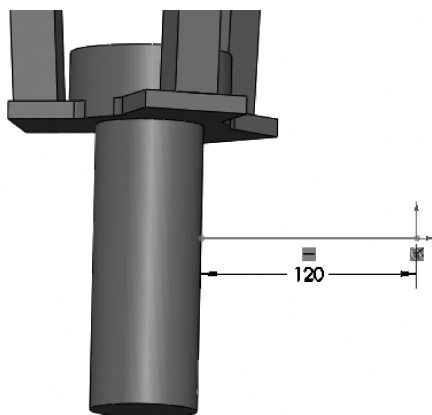

图 14-54 绘制草图并标注尺寸 2
5) 单击【特征管理器设计树】中的【基准面 4】图标, 使其成为草图绘制平面。单击【标准视图】工具栏中的 (正视图) 按钮, 并单击【草图】工具栏中的 (草图绘制) 按钮, 进入草图绘制状态。使用【草图】工具栏中的 (直线)、 (智能尺寸) 工具, 绘制如图 14-54 所示的草图。单击 (退出草图) 按钮, 退出草图绘制状态。